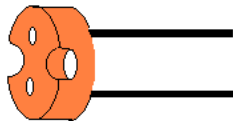

Figura 4.1 Socket
- d) Sockets para dicróico a 120 voltios, veinte unidades. Figura 4.1